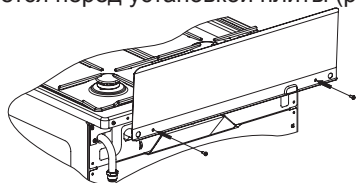

рис. 1
■ Модели плит, не имеющие крышку стола, комплектуются щитком, который закрепляется перед установкой плиты (рис. 1).
■ **Установка щитка** на плиты моделей GM141 001, GM141 101. Установку щитка производить путем крепления к столу двумя винтами (см. рис. 1). Винты для крепления щитка находятся в пакете с комплектующими.